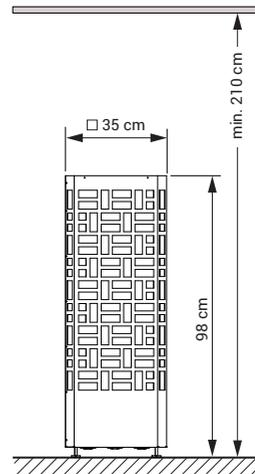

Abb. 1
- Der Abstand zwischen Oberkante Heizgerät und Kabinendecke muss mind. 1,10 m betragen. (Abb. 1)